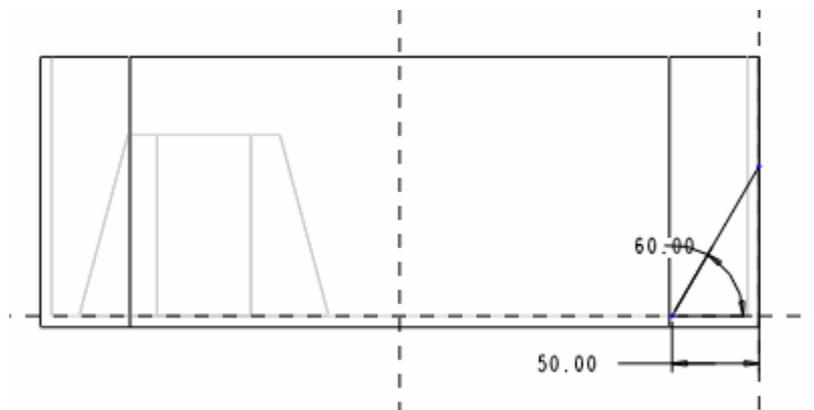

图 9-4
- (3) 单击【草绘】按钮，进入草绘工作环境。
- (4) 绘制如图 9-4 所示的一条与底面夹角为 60° 的斜线段。